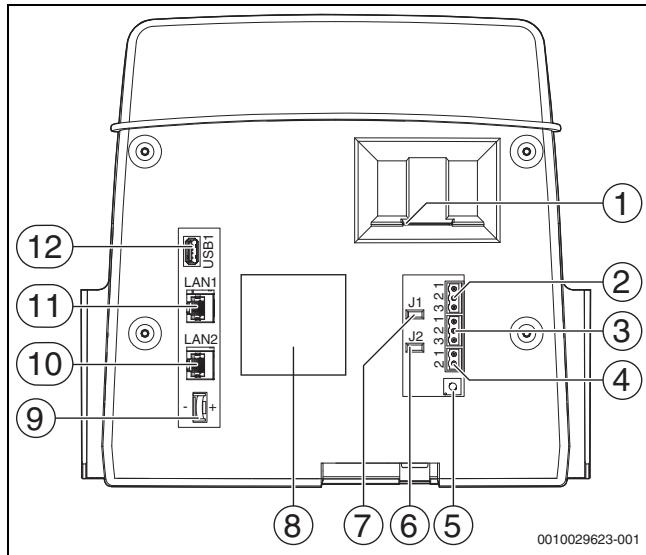

Рис. 4 Подключения пульта управления
Благодаря элементу питания (с обратной стороны пульта управления) сохраняются дата и время на выключенной системе управления и при отсутствии сетевого напряжения (→ рис. 4, [9], стр. 10).
- С задней стороны пульта управления к клеммам EMS (→ рис. 4, [4], стр. 10) с
Для теплогенераторов (например, блочная теплоэлектростанция), подключенных через Modbus-RTU (→ рис. 4, [3], стр. 10):
- Подключите блок-ТЭС к разъему Modbus-RTU (→ рис. 4, [3], стр. 10).
Конечное сопротивление (J2) (→ рис. 4, [6], стр. 10) в состоянии поставки замкнуто (вставлено = активировано).